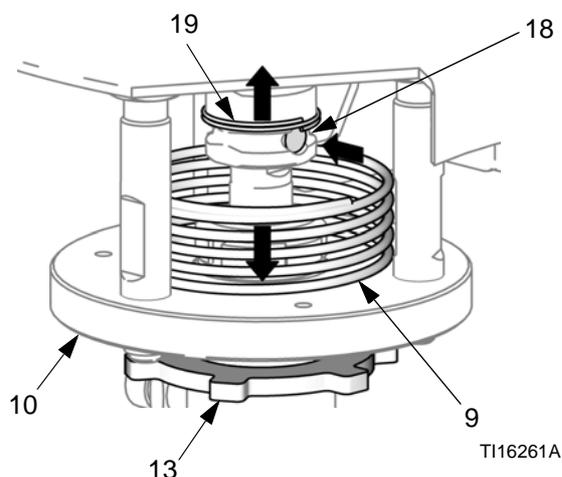

FIG. 6. Molla di sicurezza e spinotto di collegamento
4. Vedere FIG. 6. Tenere premuta la molla di sicurezza (9) verso il basso per accedere allo spinotto di accoppiamento (18). Spingere la molla di fermo (19) verso l'alto e far fuoriuscire il raccordo, con un cacciavite o un punzone.
5. Allentare il controdado (13).